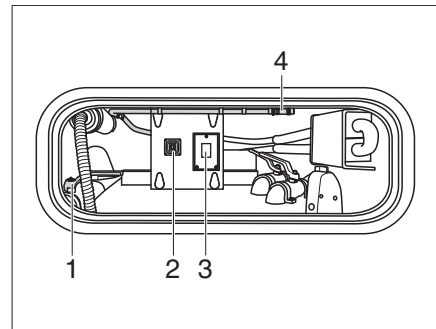

Bild 305 Kassette Zerhackertoilette spülen (Ansicht in Staukasten)
- Entleerungshahn (Bild 305,1) öffnen.
- Schalter (Bild 305,3) drücken.
- Schalter (Bild 305,2) für die Entleerungspumpe betätigen.
- Schlauch zur Tankreinigung (Bild 305,4) im Staukasten aushängen und an einen Wasseranschluss anschließen.
- Nach der Spülung Wasseranschluss abnehmen und Schlauch zur Tankreinigung (Bild 305,4) verstauen.
- Entleerungshahn (Bild 305,1) schließen.